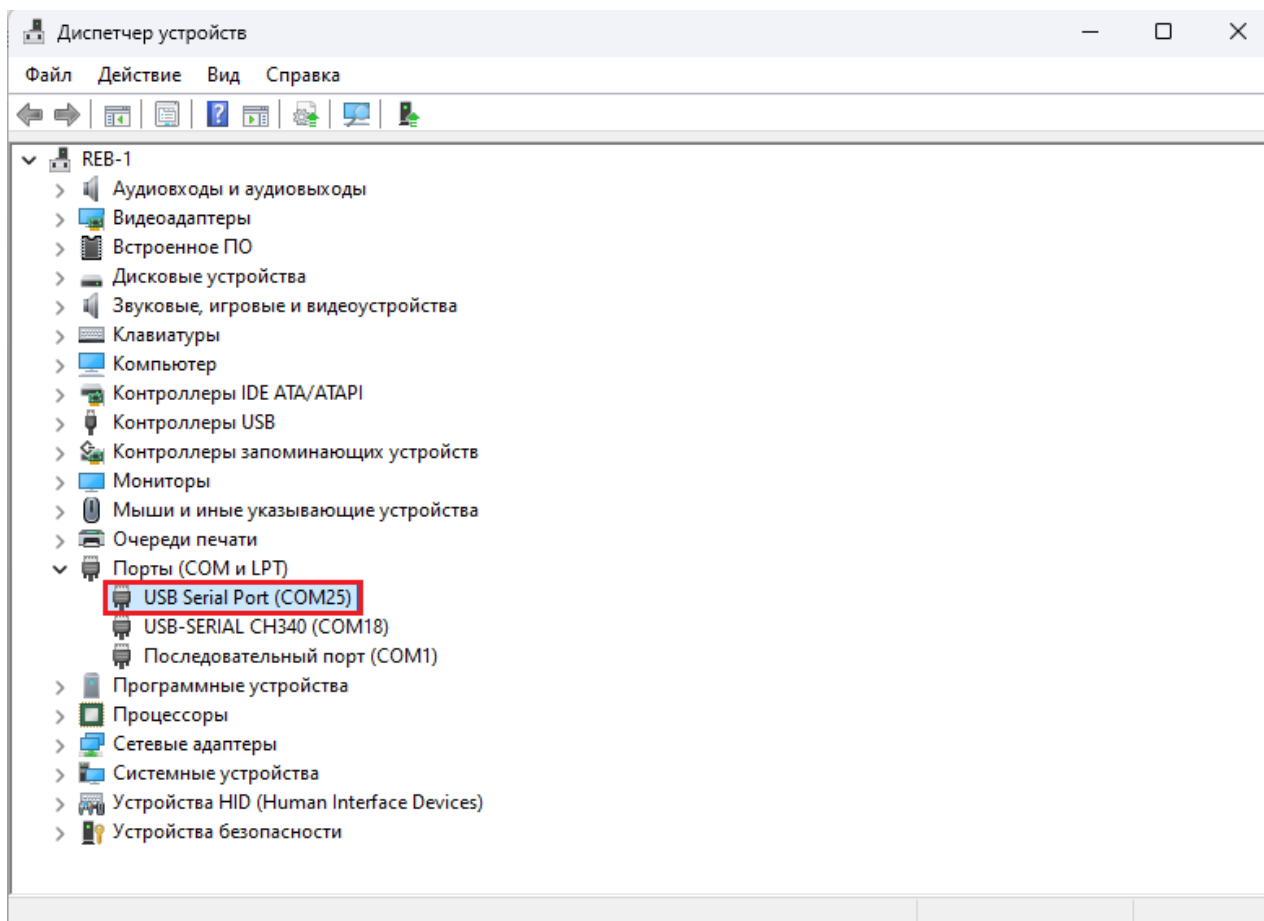

Рисунок 3 Пример названия порта адаптера и номера COM порта
- определить адаптер в списке подключенных устройств: номер COM порта адаптера будет указан в скобках рядом с его названием (см. Рисунок 3);